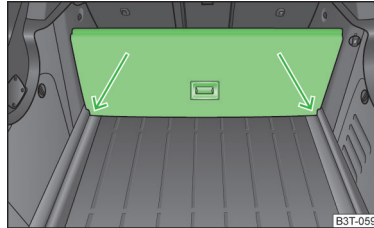

Abb. 111
- › Den Teil mit der Halterung anheben und in die mit Pfeilen gekennzeichneten Nuten einschieben » **Abb. 111**.